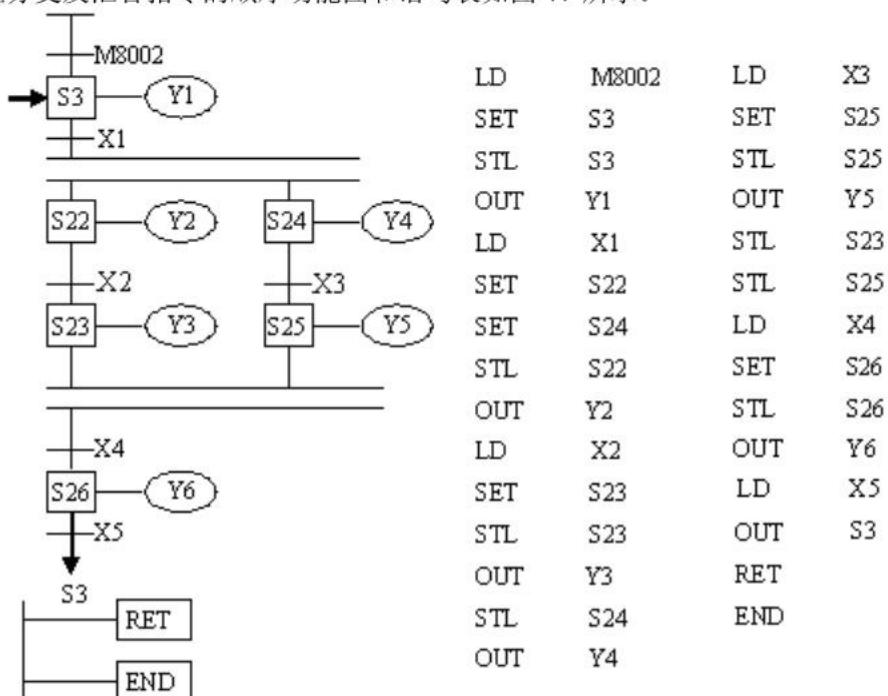

图 17 并行分支与汇合
并行分支及汇合指令的顺序功能图和语句表如图 17 所示。
- (1) 按图 17 输入程序。
- (2) 检查程序是否正确。
- (3) 运行程序，闭合 X1，观察 Y2 和 Y4 有无输出。然后闭合 X2、X3 和 X4，观察 Y3、Y5 和 Y6 的输出情况。